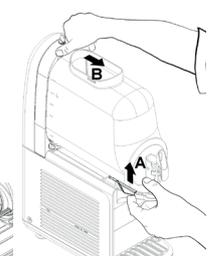
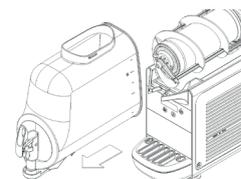

Bild 6
Bild 7
Den Hebel, wie auf Bild 6 (A) zu sehen, nach oben drücken um den Behälter auszubauen, anschließend den Behälter herausziehen (Bild 7)